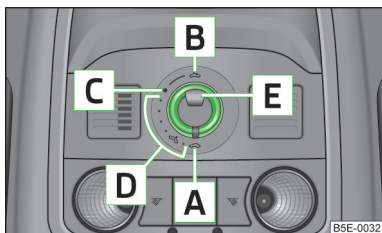

Fig. 25
- Se la batteria è stata scollegata e successivamente ricollegata, può verificarsi che il tetto scorrevole/sollevabile non funzioni. Quindi portare l'interruttore rotante in posizione **A** » fig. 25 a pagina 55, tirare, inserire nella cavità verso il basso e tenere premuto in avanti. Dopo circa 10 secondi il tetto scorrevole/sollevabile si aprirà e si richiuderà. Solo dopo tale movimento sarà possibile rilasciare l'interruttore.
- Ruotare l'interruttore in posizione **C** » fig. 25.